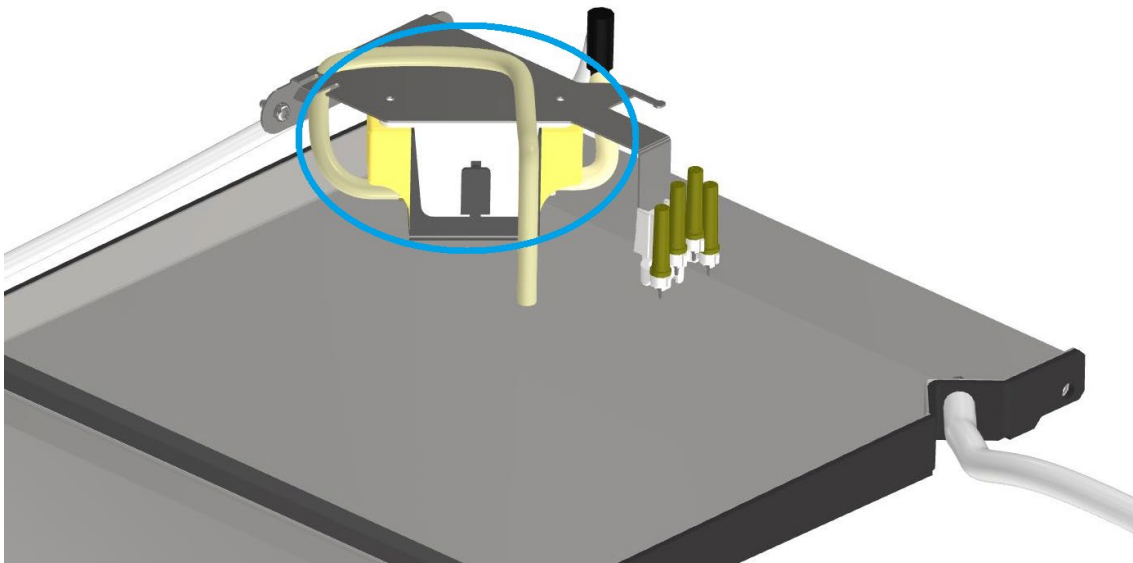

Abbildung 23: Kondensatpumpe
7. Siehe Abbildung 23 unten: Reinigen Sie die Kondensatpumpe bei Bedarf mit einem feuchten Tuch. Es gibt zwei Pumpen, eine auf jeder Seite des mittleren Behälters.